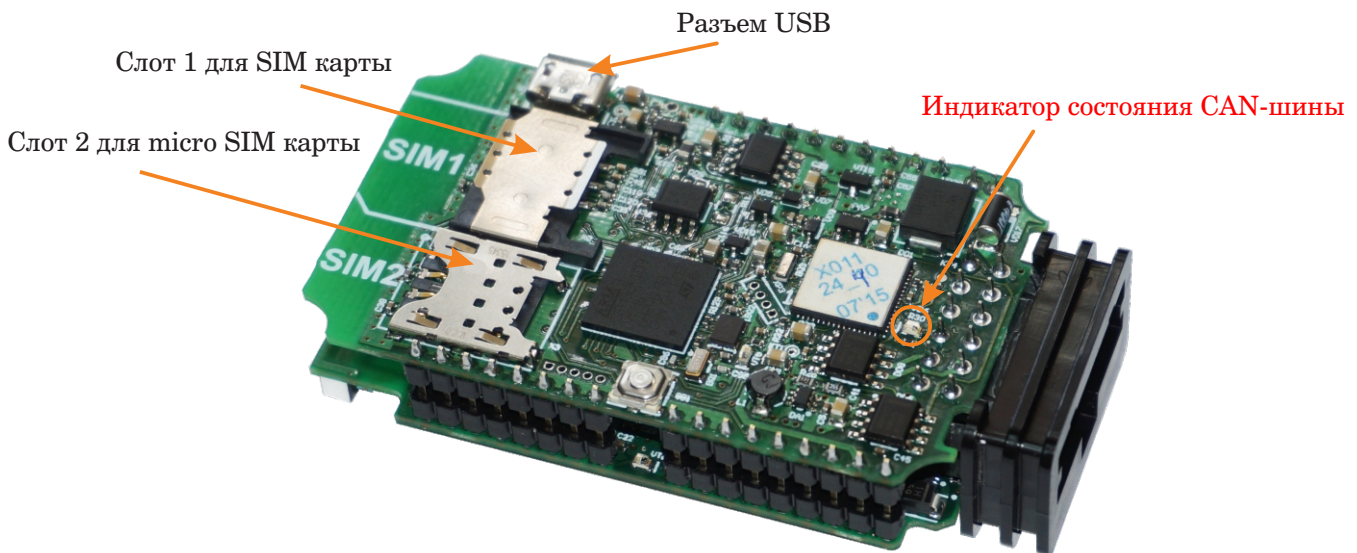

Рис. 3.1. Настройки соединения
- Включите зажигание ТС. Если Вы правильно определили и подключили CAN-шину, то увидите частое мигание **«Индикатора состояния CAN шины»** (Рис. 3.1.)